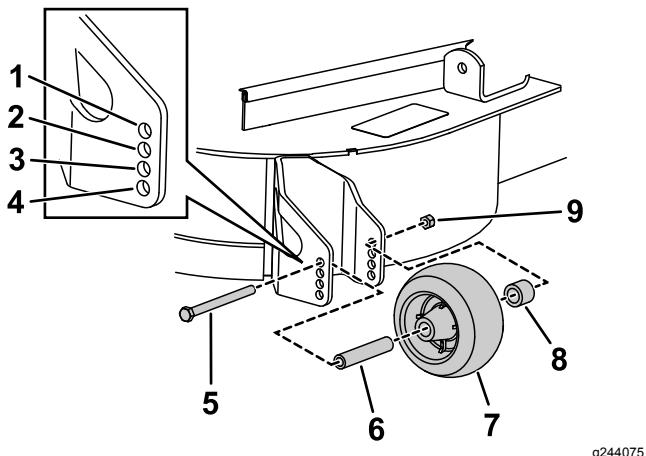

Figura 14
- Dopo avere regolato l'altezza di taglio, regolate i rulli togliendo il dado flangiato, la boccola, il distanziale ed il bullone (Figura 14).
- Montate il dado flangiato, la boccola, il distanziale ed il bullone. Serrate a una coppia di 54 - 61 N·m (Figura 14).